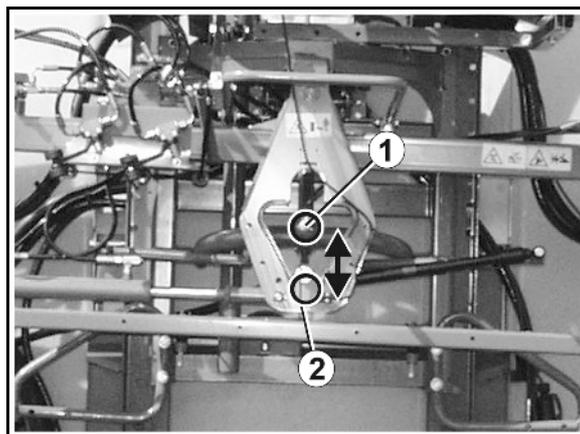

Fig. 39
Desbloquear la compensación de oscilaciones (Fig. 39/1):
- La compensación de oscilaciones está desbloqueada (Fig. 39/1), cuando en la pantalla del **AMATRON⁺** aparece el símbolo del candado abierto.
→ La compensación de oscilaciones (Fig. 39/1) desbloquea y el varillaje de rociado desplegado puede oscilar libremente respecto al portavarillaje. El dispositivo de protección de la compensación de oscilaciones ha sido quitada a los efectos de una mejor demostración.
Bloquear la compensación de oscilaciones (Fig. 39/1):
La compensación de oscilaciones (Fig. 39/1), está bloqueada cuando en la pantalla del **AMATRON⁺** aparezca el símbolo del candado cerrado.